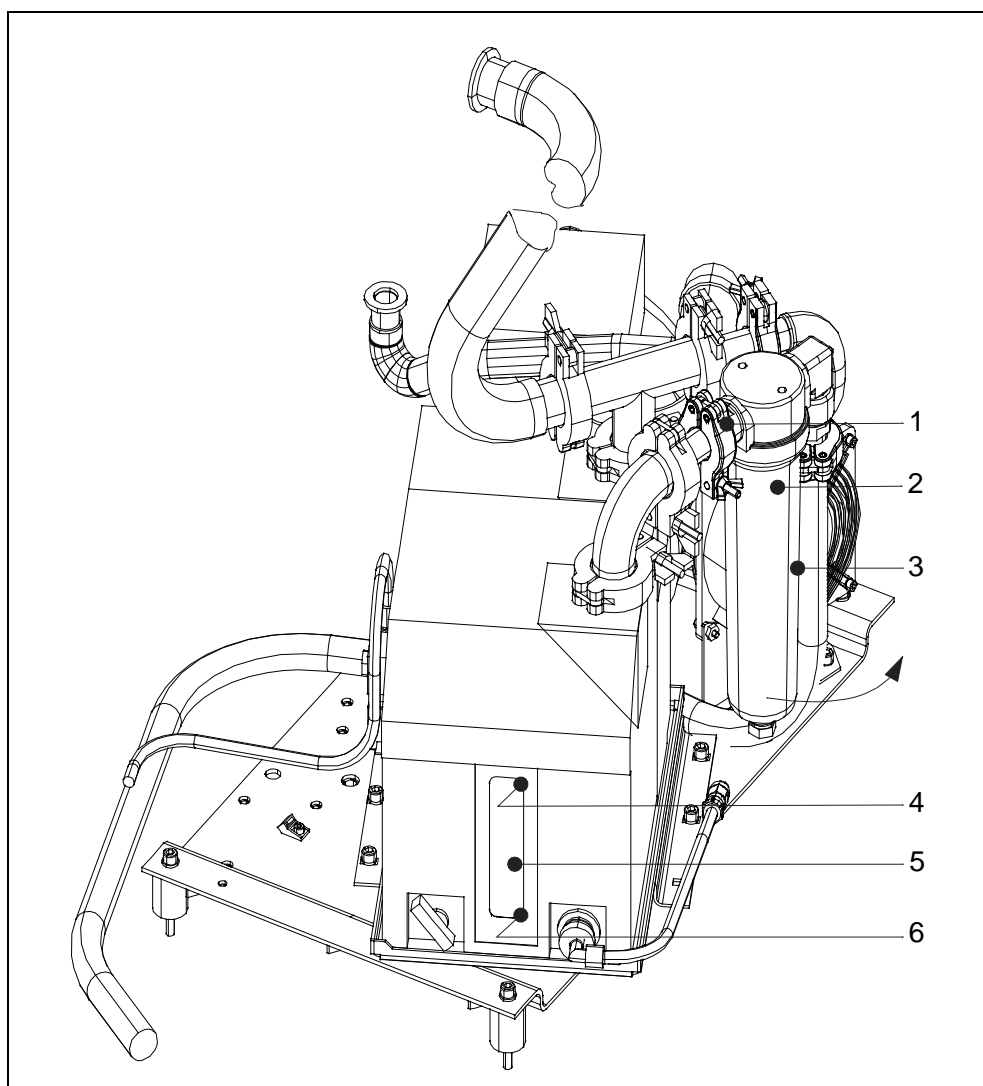

Fig. 9-4 Inbouwpositie uitlaatfilter
De inbouwpositie van het uitlaatfilter vindt u in de volgende Fig. 9-4.
- Verlaag de spanning aan het uitlaatfilter (Fig. 9-4/1) en draai het complete filter in de richting van de pijl zo ver naar buiten dat het oliereservoir kan worden verwijderd.